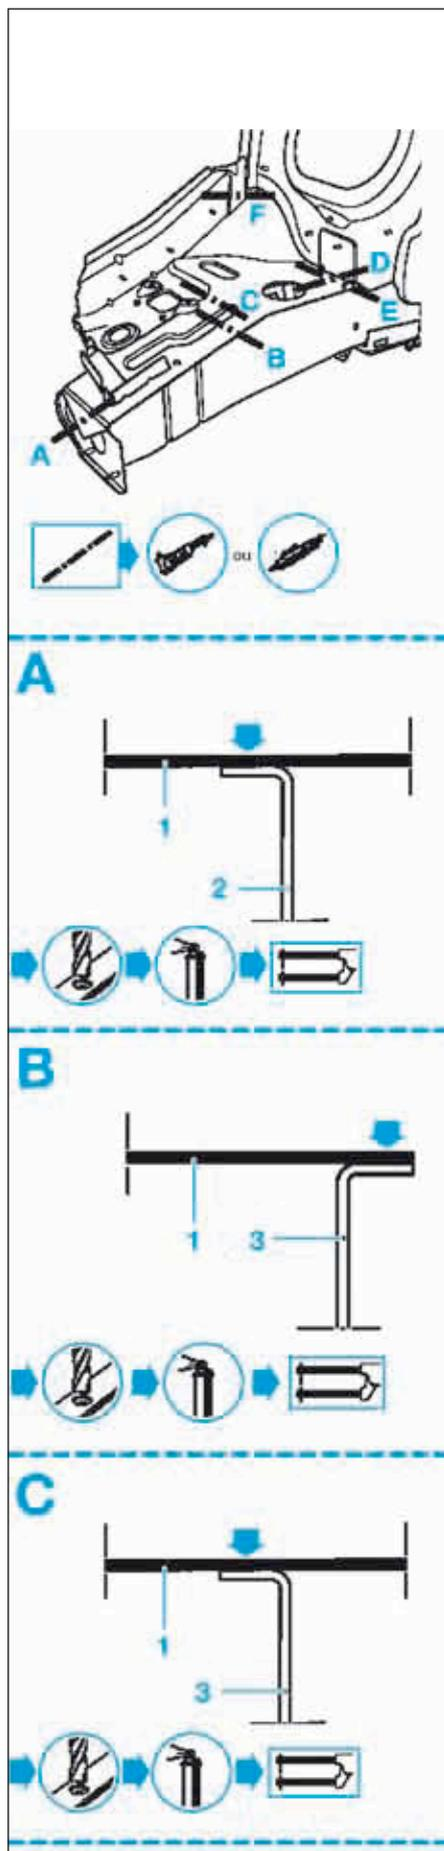

FIG. 17
- Tracer puis découper le passage de roue avant (Fig.17), (Fig.18) et (Fig.19).
- Percer avec un foret pour un soudage ultérieur par points (Fig.17), (Fig.18) et (Fig.19).
- points électriques (Fig.17), (Fig.18) et (Fig.19),